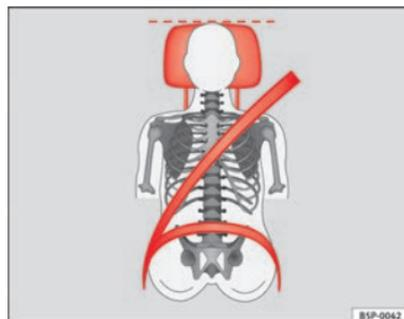
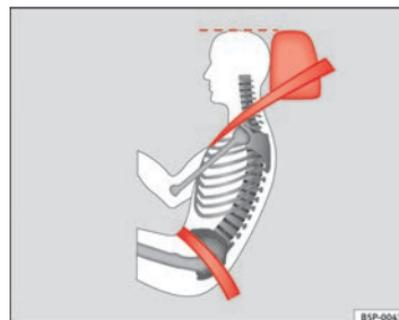

Fig. 68 Vue de face : appuie-tête et ceinture réglés correctement
Fig. 69 Vue de côté : appuie-tête et ceinture réglés correctement
- Ajustez l'appuie-tête de sorte que le bord supérieur de celui-ci soit à la même hauteur que la partie supérieure de la tête, et au minimum à la hauteur des yeux ⇒ fig. 68 et ⇒ fig. 69.